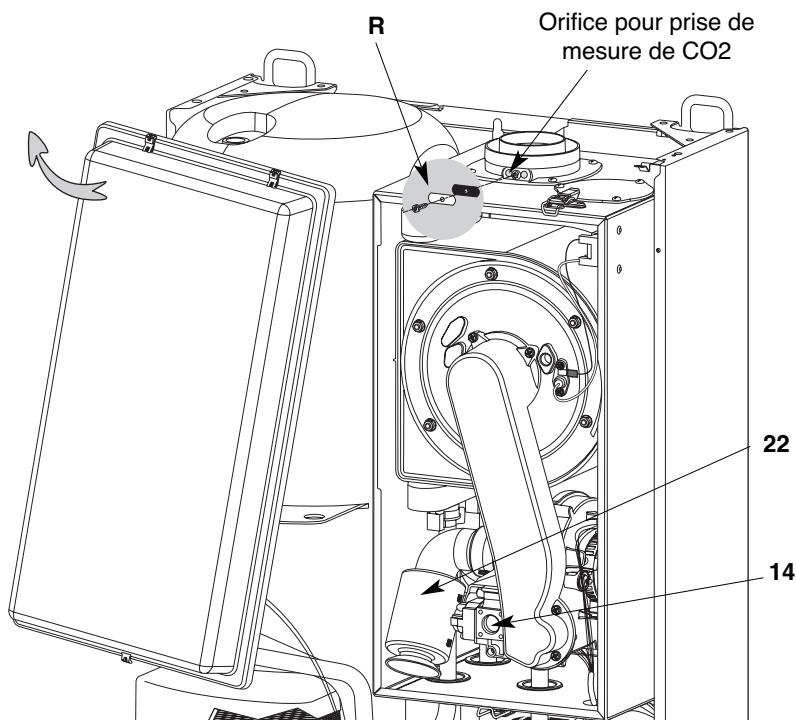

Fig. 21
Pour transformer l'appareil de G20 en G25 il est nécessaire de régler la vanne gaz **14** (fig. 21) à l'aide d'un analyseur CO/CO2.
- déposer le couvercle de caisson étanche (fig. 21)
- attendre que l'appareil soit stabilisé en température. Mesurer la teneur en CO2 sur la prise de combustion (fig.21) accessible après avoir ôté l'ensemble (vis + bouchon + joint) **R** (fig.21). La mesure est à prendre sur l'orifice qui se trouve à gauche.